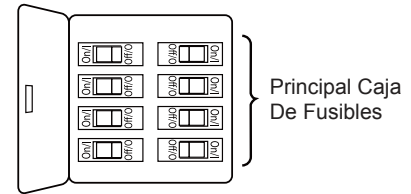

Figura 1
Uso de perfil bajo (Figura 1)
1. Extraiga la pieza de la bola colgante de la unidad de la bola colgante / varilla aflojando el tornillo de presión de la bola colgante hasta que la bola se libere de la varilla. Retire el pasador del barral y luego extraiga la semiesfera. Conserve el pasador y la semiesfera para su reinstalación en el Paso 6. (Figura 1)
Para evitar una posible descarga eléctrica, asegúrese de cortar la alimentación eléctrica de la caja de fusibles principal antes de colgar el ventilador. (Figura 1)